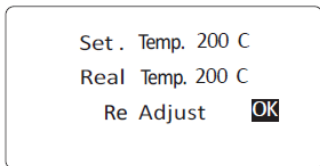

图 3
6.1 进入设置菜单，移动光标至“Cal. Temp.”选项，按压旋钮进入校温模式，旋转旋钮至“Real Temp”输入实测温度，按压旋钮进入下一行，顺时针旋转使光标停留在 OK 上(如图 3)，按压旋钮确认，使用旋钮选择“Save & Exit”选项保存并退出菜单